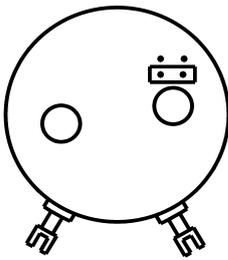

Bild 7: 80°-160°
- Jumper unten quer für Meßbereich zwischen 80° und 160° (siehe Bild 7)